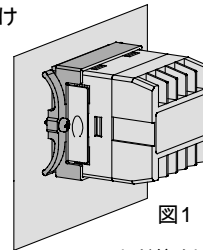

図1
- ①パネルマウント全面はIP66仕様になっていますが、パネルマウントアダプタをねじでしっかりと固定しないと、水等の侵入の恐れがあります。したがって、図1に示す通り、ねじ締めを行ってください。